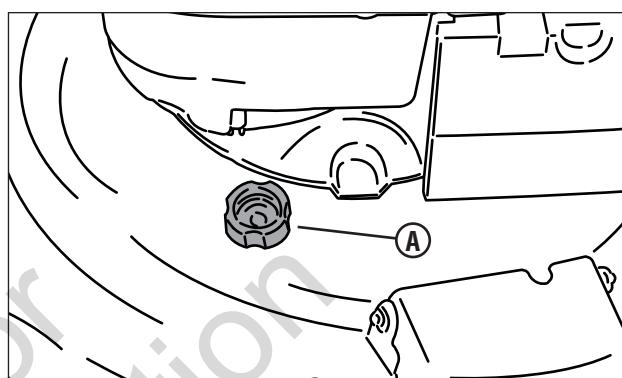

Figura 15: Puerto de deslave
5. Conecte el extremo macho de una manguera estándar con el conector del puerto de deslave **(A, Figura 15)**.